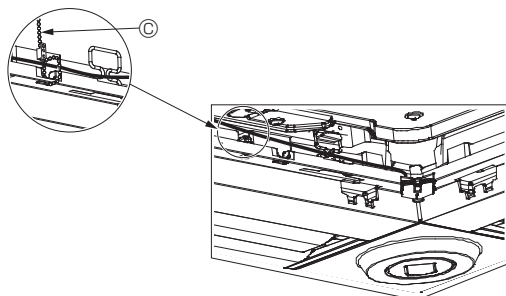

Fig. 10-12
- i-see-Sensor- und Signalempfängerkabel mit dem Kabelbinder so an der Platte sichern (siehe Abbildung), dass kein Kabel durchhängt und dann das überstehende Kabelbinderende abschneiden. (Fig. 10-12)
- Wenn die Position des i-see-Sensors von "o" (E) auf "□" (F) geändert worden ist, ebenfalls die Funktionseinstellungen ändern. (Siehe Seite 13.)